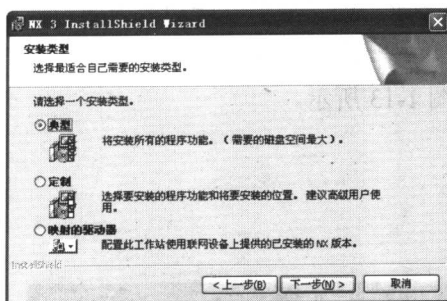
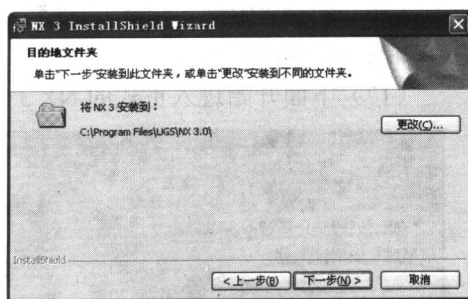

图 1-14 安装步骤 (12)
图 1-15 安装步骤 (13)
(18) 单击【下一步】按钮,进入安装类型选择,如图 1-14 所示。
(19) 为了能完全使用各项功能,选择“典型”安装,然后单击【下一步】按钮。
(20) 进入 NX 3 安装目录路径提示,如图 1-15 所示。